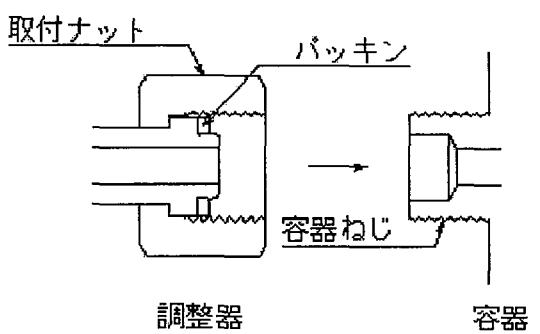

図1
(1) 容器への取付
- ①容器がしっかりと固定されていることを確認してください。
- ②容器へ圧力調整器を取り付ける前に、容器のガスを数回軽く噴出させ、取付部の埃・ゴミ・水分等を吹き飛ばして除去してください。
- ③取付ナットの構造を有する圧力調整器取付部のパッキンが正常であることを確認してください。パッキンが損傷している場合は、新品のパッキンと交換してください。(図1参照)